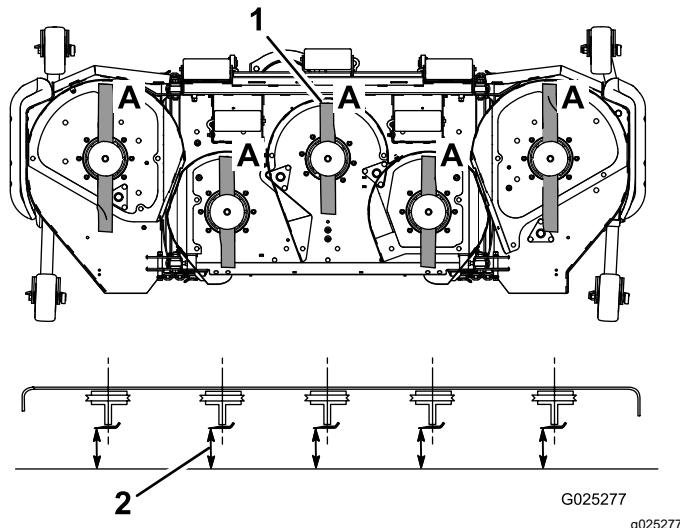

Figura 26
3. Gire las cuchillas hasta que los extremos estén orientados hacia adelante y hacia atrás (Figura 26).
4. Mida desde una superficie nivelada hasta el filo de corte, posición A, de las cuchillas (Figura 26). Anote esta dimensión.